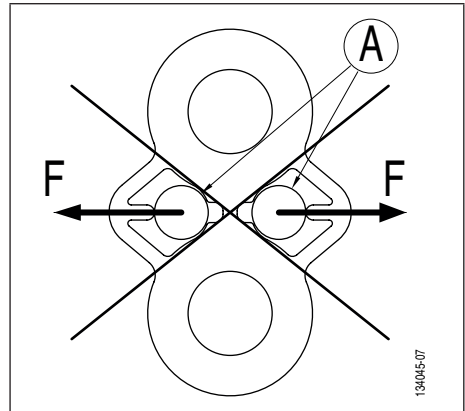

Fig. 5
! PELIGRO: Está terminantemente prohibido enganchas los ejes de grillete en los brazos de retención (Fig. 5, página 38).
2. Verificar que la placa de prueba de rotura TA está amarrada correctamente (Fig. 2, página 37 y Fig. 5, página 38).